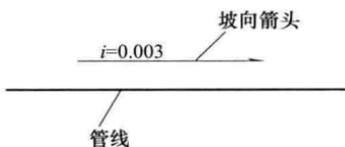

图 1-6 坡度及坡向表示
⑥ 坡度、坡向的表示 管道的坡度及坡向表示管道倾斜的程度和高低方向，坡度用字母“ i ”表示，在其后加上等号并注写坡度值；坡向用单面箭头表示，箭头指向低的一端。常用的表示方法见图 1-6。